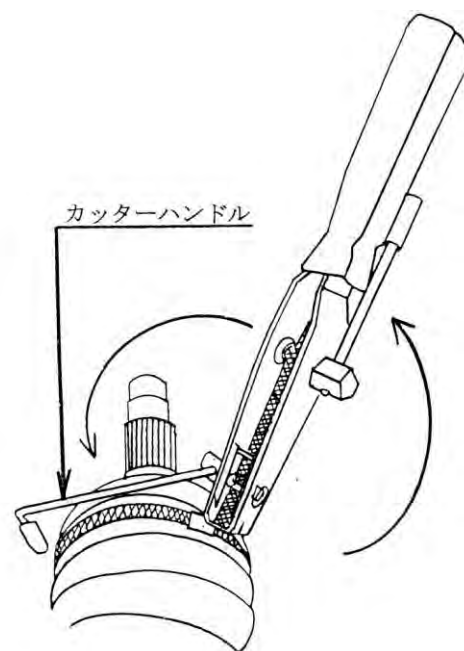

図2
- ③締め付け完了後、本機を起こしてブーツバンドを折り返して下さい。（図2参照）
- ④ブーツバンドが切れるまで、カッターハンドルを回転させて下さい。（図2参照）
- ⑤ハンマーやポンチ等を使用して、切断後のブーツバンドをかしめて下さい。